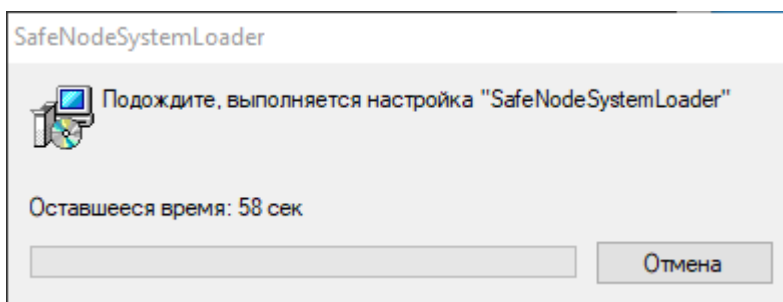

Рисунок 10.2– Удаление изделия
10.1.4 Необходимо нажать кнопку «**Да**» и дождаться завершения процесса удаления изделия (рисунок 10.2).